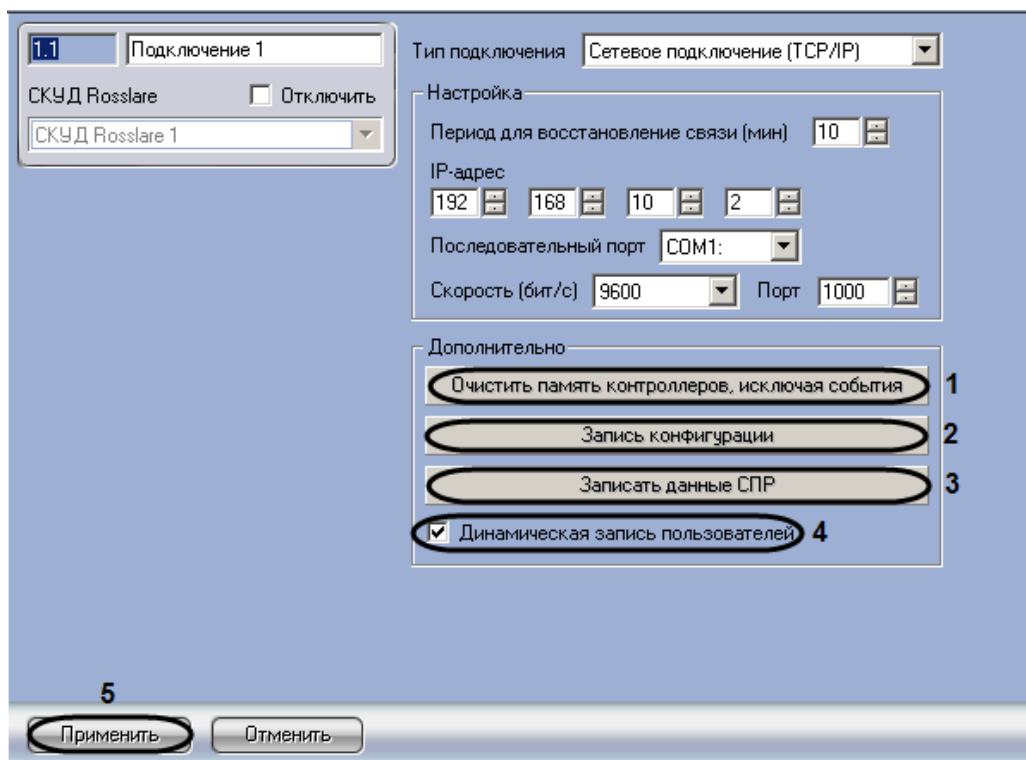

Рис. 3.8—1 Дополнительные настройки
1. Перейти на панель настроек объекта **Подключение** (Рис. 3.8—1).
2. Нажать кнопку **Очистить память контроллеров, исключая события** для очистки памяти контроллеров, исключая при этом события (см. Рис. 3.8—1, 1).
3. Нажать кнопку **Запись конфигурации** для записи в устройства *СКУД Rosslare* конфигурации оборудования *СКУД Rosslare* в программном комплексе *ACFA Intellect* (см. Рис. 3.8—1, 2).
4. Нажать кнопку **Записать данные СПР** для записи пользователей, временных зон и уровней доступа в устройства *СКУД Rosslare* (см. Рис. 3.8—1, 3).
5. Установить флажок **Динамическая запись пользователей** для автоматической отправки изменений пользователей, временных зон и уровней доступа в устройства *СКУД Rosslare* (см. Рис. 3.8—1, 4).
6. Для сохранения изменений необходимо нажать кнопку **Применить** (см. Рис. 3.8—1, 5).